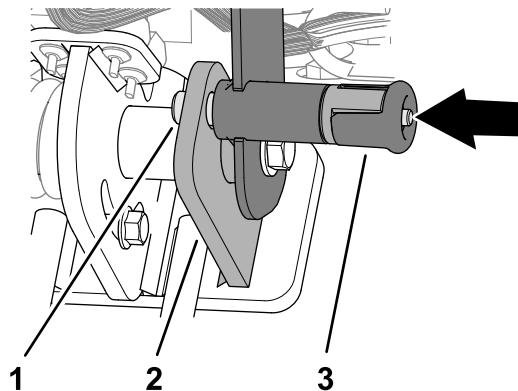

Рисунок 6
- Поверните рукоятку управления вверх и зафиксируйте ее штифтом фиксатора (Рисунок 6).